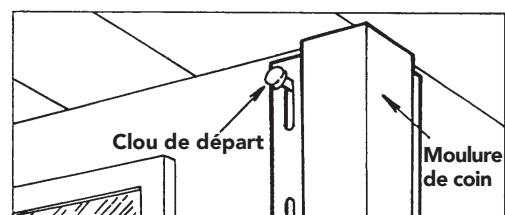

Figure 17
- Entre chaque attache, ménager un espace de 406 mm maximum (panneaux horizontaux), de 305 mm (panneaux verticaux) et de 203 mm à 305 mm (accessoires). L'espacement pourra être augmenté si le fabricant l'autorise d'après les tests de résistance au vent. Fixer le parement vertical et les moulures de coins d'abord dans la dernière fente, tout en haut, pour les maintenir (Figure 17). Enfoncer ensuite toutes les autres attaches au centre des fentes de clouage.